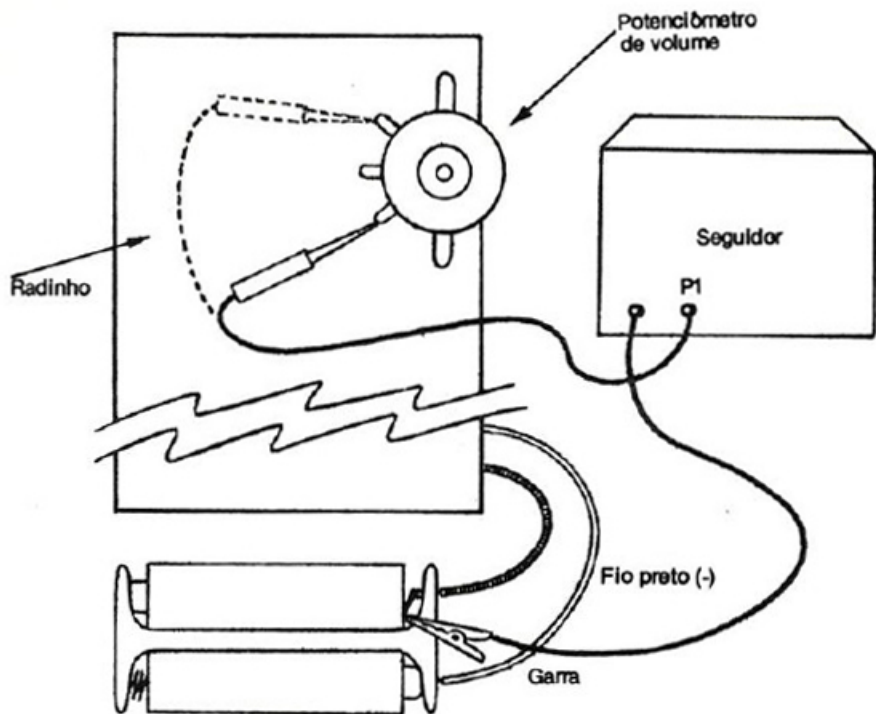

figura 142
Depois, pegue um rádio de ondas médias (AM) ou FM pequeno que esteja funcionando normalmente. Abra o rádio e procure localizar seu potenciômetro de volume, conforme mostra a figura 142.